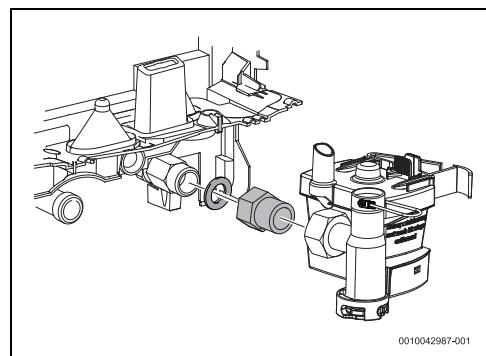

Bild 19 Zusätzliche Buchse
- Zusätzliche Buchse anbringen, um die ordnungsgemäße Installation des Aquastop-Systems zu ermöglichen (Bild 19).